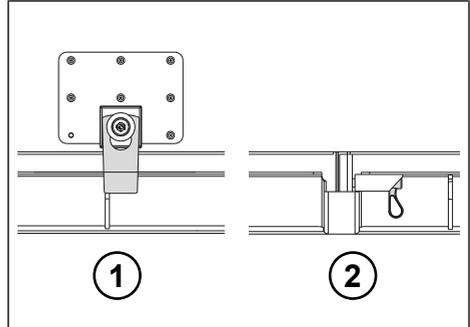

Abb. 6-30: Sicherung
- ▶ Fallsicherung/ Federschnapper lösen (siehe "Abb. 6-30: Sicherung", S. 82).